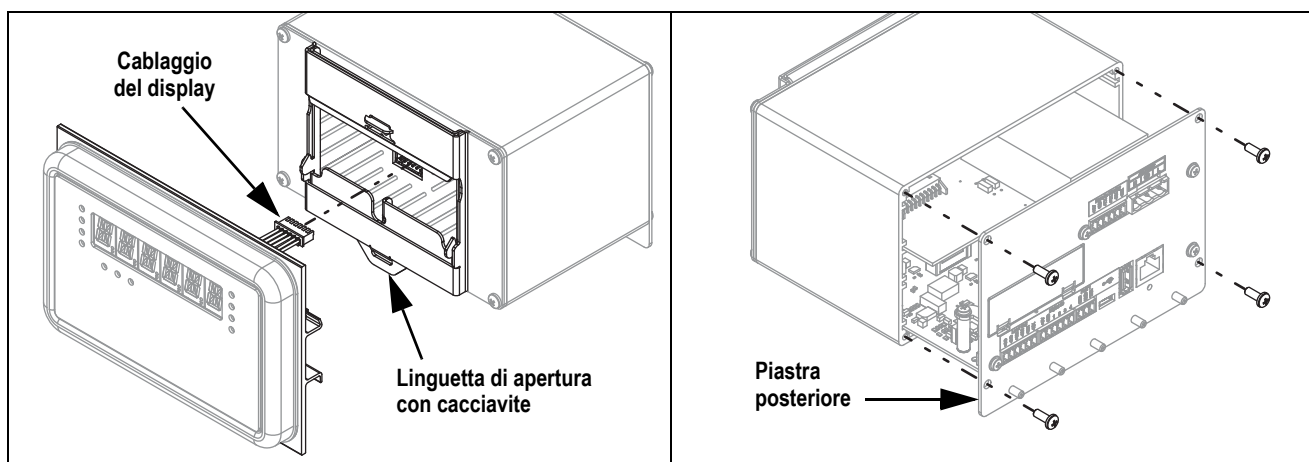

Figura 2. Rimozione del pannello frontale e della piastra posteriore
2. Sganciare il gruppo controller dalla guida DIN del pannello frontale inserendo un cacciavite a lama piatta nella linguetta inferiore e facendo scorrere la piastra di montaggio verso il basso (Figura 2) A causa dell'angolo del gancio della staffa DIN, potrebbe risultare piuttosto difficile da staccare.